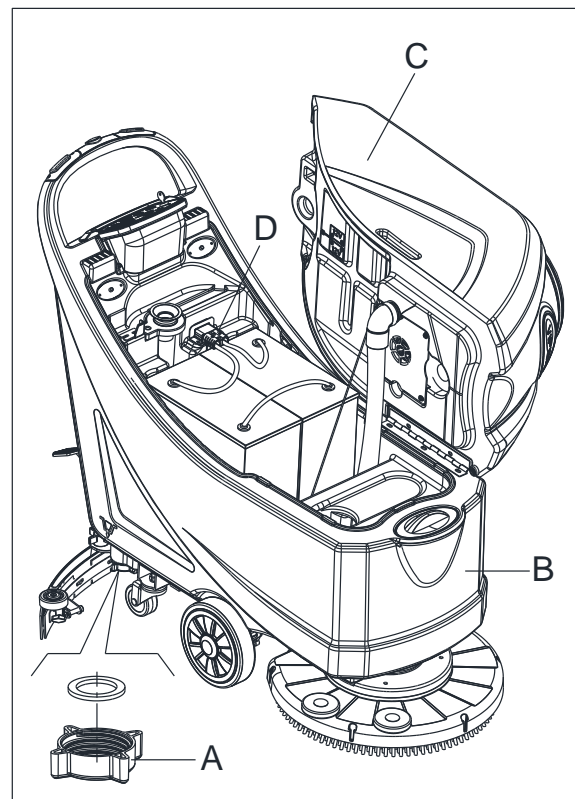

Figura 13
7. Vacíe el depósito de solución usando la manguera (A, Figura 13). Después del uso, enjuague el tanque con agua limpia.
2. Vacíe los depósitos (B y C, Figura 13) tal y como se indica en el apartado anterior.